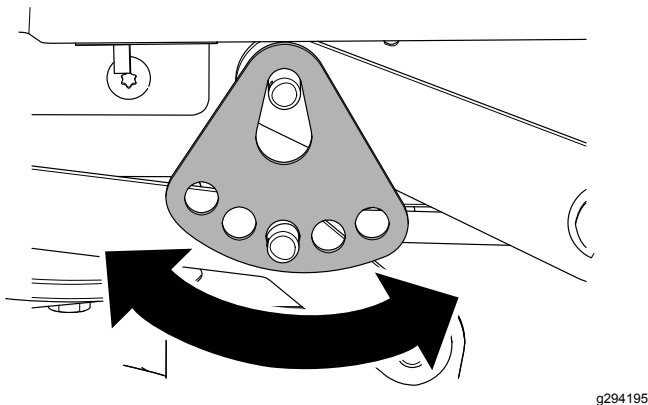

図 67
7. 刈高プレートを取り付けた時にプレートがデッキの重量を支えるように、プレート別の穴にセットする 図 67。
8. ワッシャとヘアピンコッターを取り付ける 図 67。